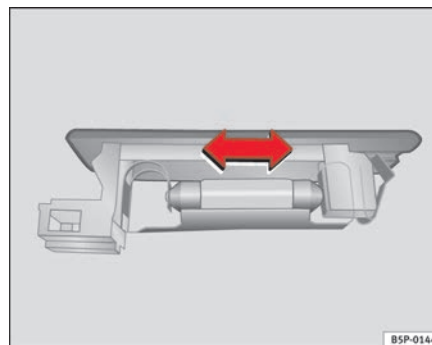

Fig. 162 Luz maletero
- Presione la lámpara lateralmente y extráigala del alojamiento ⇒ fig. 162. ■